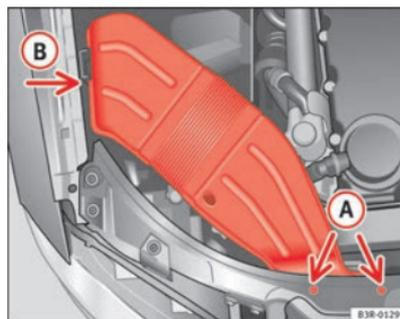

Fig. 188 Convogliatore dell'aria sul lato destro della vettura
- Svitare le viti **(A)** ⇒ fig. 188.